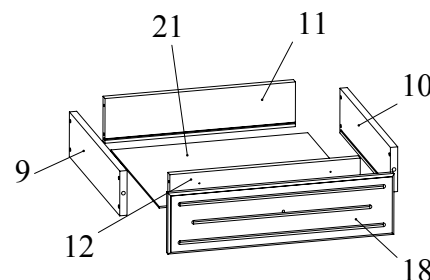

Рис.8
- Скрепить при помощи конфирматов 7x50 боковины ящика 9, 10 и задник ящика 11. Вставить в паз дно ящика 21 из ДВП (Рис. 8).
- Скрепить при помощи конфирматов 7x50 боковины ящика 9, 10 и фальш-панель 12. Установить фасад ящика 18 на фальш-панель 12 и боковины 9, 10 (Рис. 8). Скрепить при помощи шурупов М4х30 фальш-панель 12 с фасадом ящика 18. Второй ящик собирается аналогично.